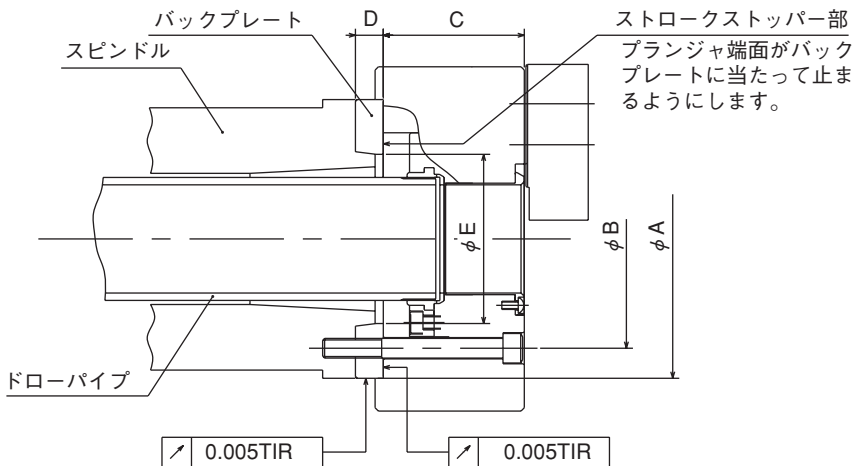

図19
- 図19はJISショートテーパ規格の場合である。
- バックプレートはプランジナットを引いた際に、プランジナット端面がバックプレートに当たって止まるような寸法（図19の寸法φE）とすること。ストロークが規定よりも大きくなると、チャックの破損や把握不良の原因となる。